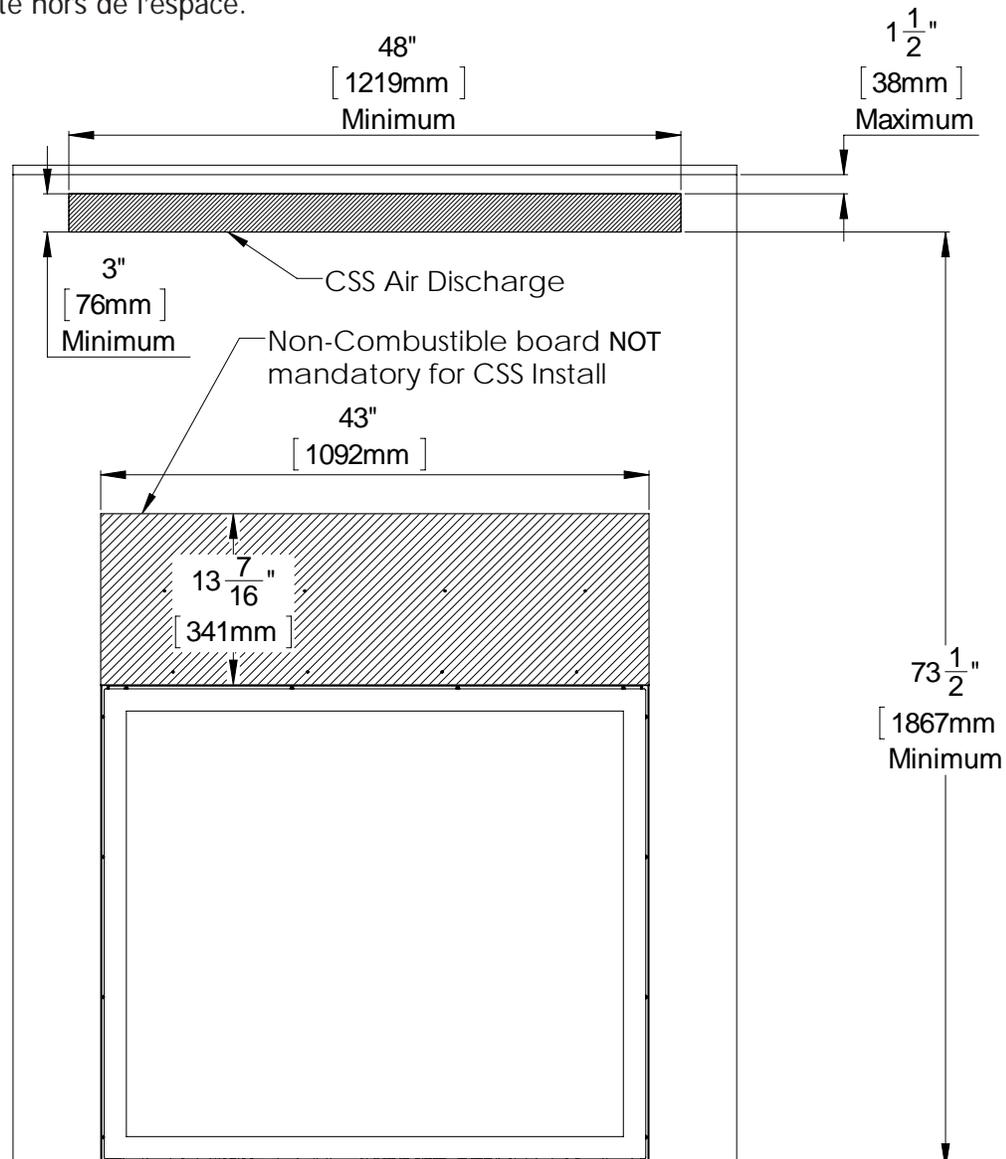
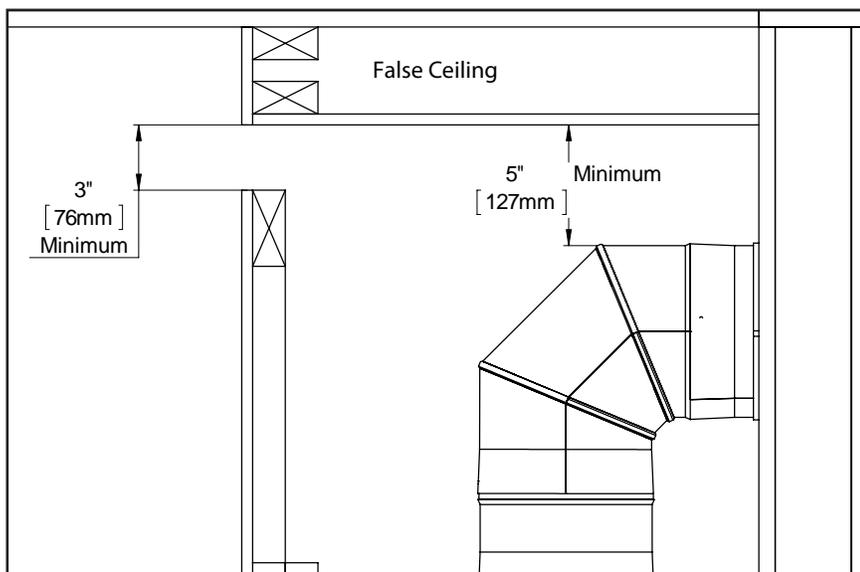

Figure 34: Option de Cadrage 1
Figure 41: Faux Plafond
**Option D'encadrement 1: Décharge à L'avant (installations encastrées)** - Construisez la charpente de manière à ménager un espace minimum de 48 po (1219 mm) sur 76 mm (7 po) au sommet du mur de parement. Il est essentiel que ces dimensions soient respectées et de ne pas s'en écarter lors de l'utilisation de matériaux combustibles à l'intérieur de la poursuite (voir Figure 34).
**Optionnel: Faux Plafond** - Si la dimension de votre plafond est supérieure au minimum (voir figure 34), vous voudrez peut-être que la décharge d'air CSS soit plus basse sur le mur. Pour ce faire, un faux plafond est nécessaire pour évacuer correctement la chaleur de la chasse. (Voir Figure 41).